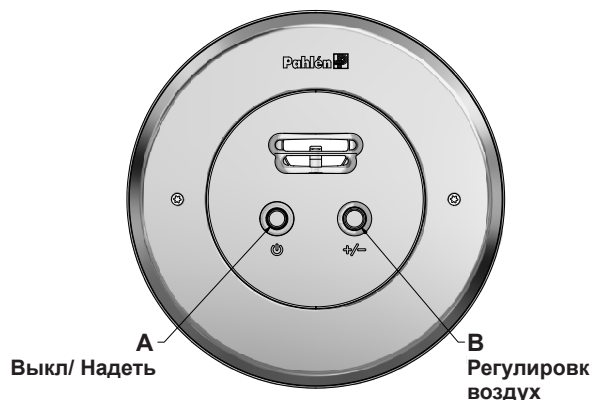

Рисунок 2. Передняя сторона (Classic)
1. Запустите струю с помощью нажимной кнопки (А Рисунок 2).
3. Выключите струю с помощью нажимной кнопки (А Рисунок 2).